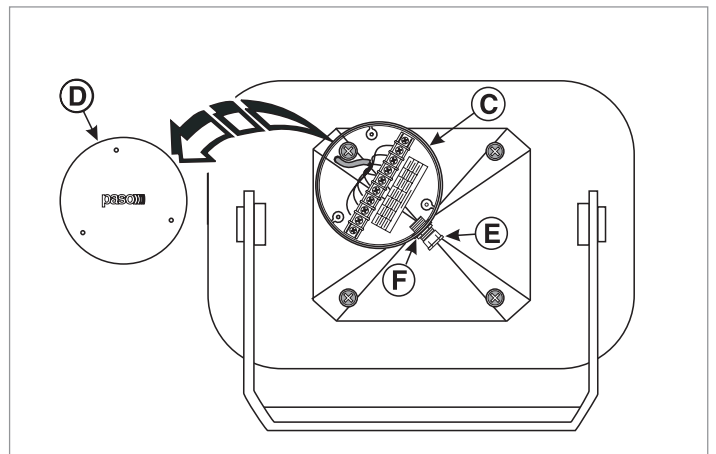

Fig. 2
- Rimuovere il coperchio [D] della vaschetta a tenuta stagna [C] (Fig. 2).
- Remove the cover [D] from the connection compartment [C] (see fig. 2).
- Enlever le couvercle [D] du boîtier de raccordement [C] (Fig. 2).
- Den Deckel [D] des Verbindungsgehäuses [C] entfernen (Abb. 2).
- Verwijder deksel [D] van het hermetisch afgedichte bakje [C] (Afb. 2).
Abb./Afb./Fig. 2